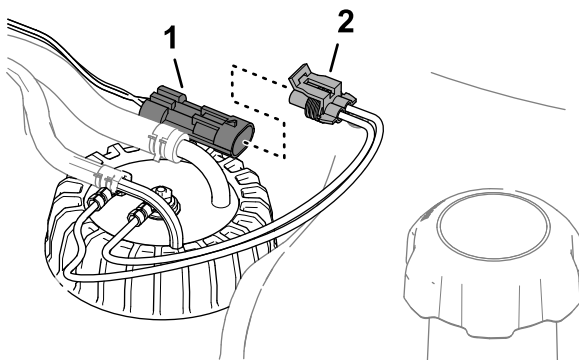

Figura 83
3. Remova o conector de dois soquetes do chicote de fios do sensor de combustível do conector de dois pinos do chicote de fios da máquina (Figura 83).